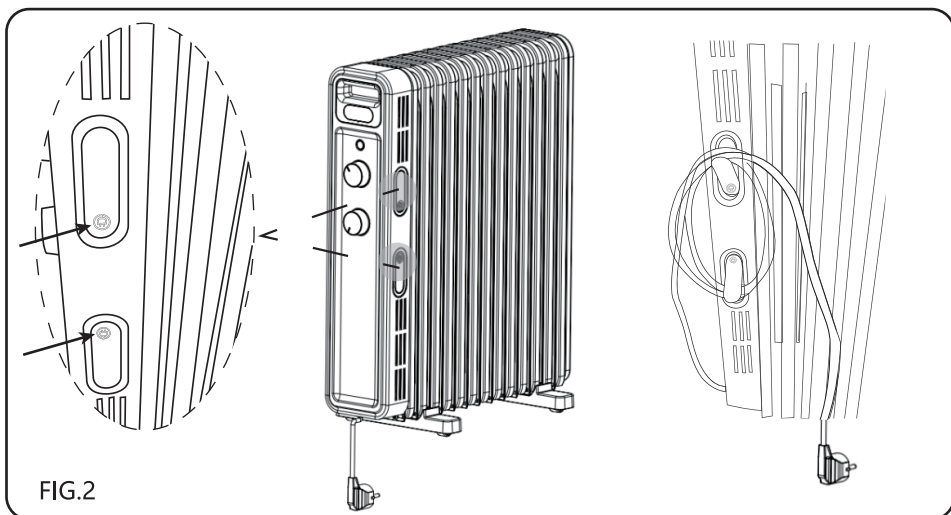

FIG.2
4. Utilisez le dispositif d'enroulement du câble pour ranger le câble après utilisation. (FIG.2)
4. Use o dispositivo para embrulhar o cabo para armazenar o cabo após o uso.(FIG.2)